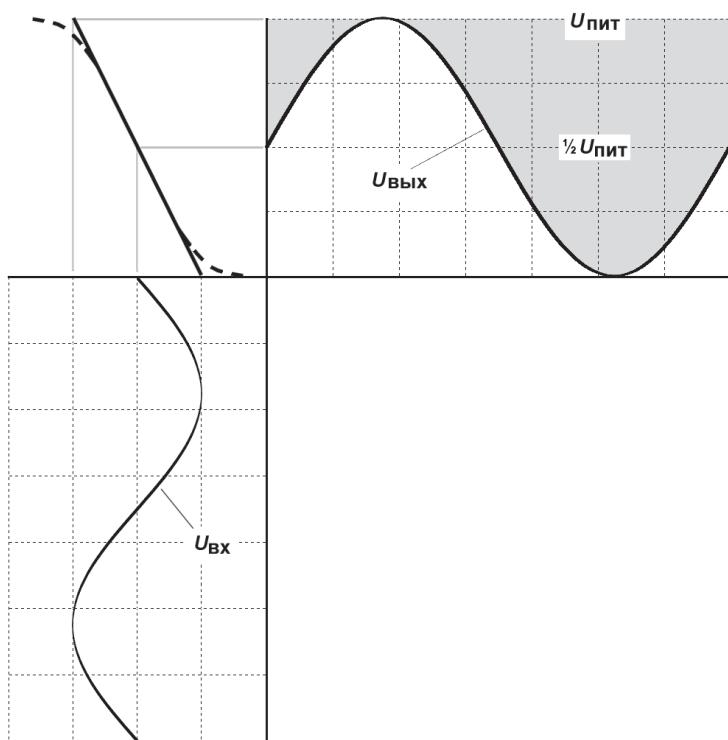

Рис. 8.4. Режим работы усилителя класса А
Класс А (рис. 8.4) — это фактически режим, соответствующий усилительному каскаду с общим эмиттером (см. рис. 6.6).
В классе А на коллекторе транзистора устанавливается ровно половина питания. Если считать переходную характеристику каскада строго линейной (сплошная линия на рис. 8.4), то амплитуда выходного сигнала может достигать напряжения питания. Для оценки КПД в этом идеализированном случае обратим внимание, что незатемненная область на графике выходного напряжения соответствует мгновен-
ным (в каждый момент времени) значениям напряжения на нагрузке, а затемненная — напряжениям на выходном транзисторе. Как мы видим из графика, эти области строго равны друг другу по площади, поэтому соответствующие интегралы (1) и действующие значения напряжения на нагрузке и на транзисторе будут равны, так что КПД окажется равен ровно 50%: половина затрачиваемой мощности выделяется на нагрузке, половина — на транзисторе. В реальности же переходная характеристика имеет S-образный вид (пунктир на рис. 8.4), поэтому во избежание искажений приходится ограничивать амплитуду сигнала, так что в действительности КПД может быть значительно меньше, да и реальный сигнал никогда не достигает максимальных амплитудных значений.